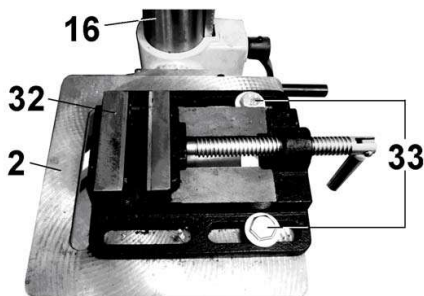

Рис.6.
9.12. Установите на рабочий стол (2) тиски (32) и зафиксируйте их положение специальными болтами (33), Рис.6.